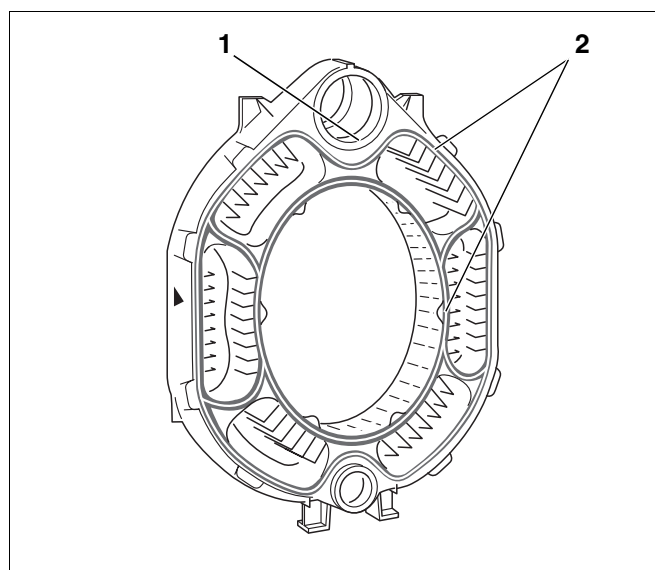

Fig. 12 Pregătirea elementului intermediar
- Suprafețele alezajelor se vopsesc cu miniu (fig. 12, **poz. 1**).
- Pe profilele de etanșare se aplică adeziv (grund adeziv) (fig. 12, **poz. 2**).